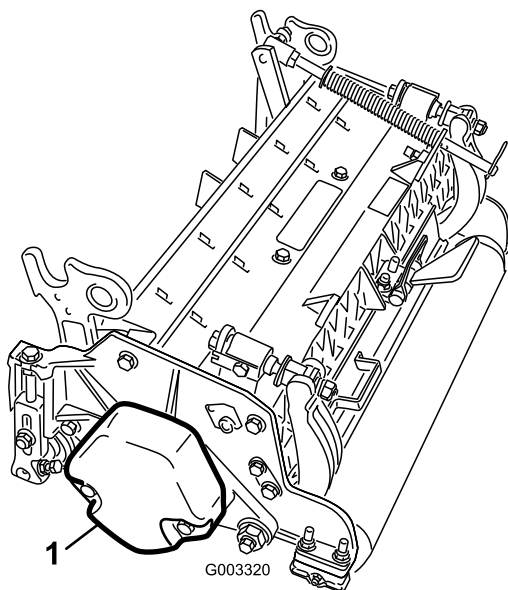

Рисунок 6
1. На режущих блоках №2 и №4 выкрутите 2 винта с головкой, которыми противовес крепится к левой стороне режущего блока. Снимите противовес (Рисунок 6).